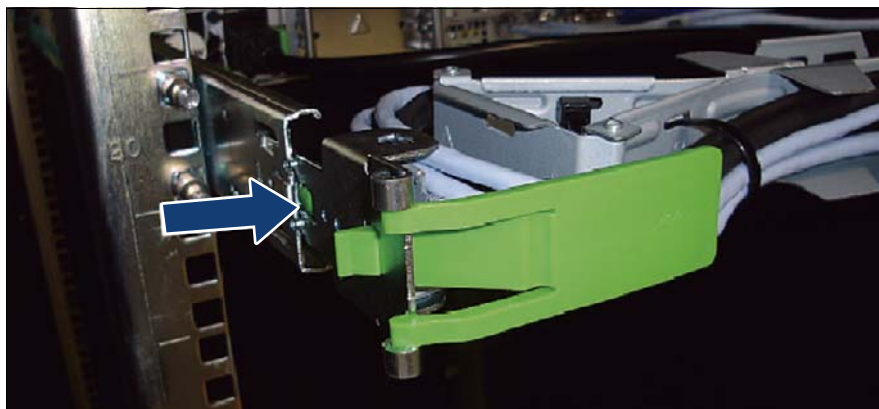

図 31: CMA ストップのロック解除
- ▶ ロックスプリングを内側に押して、CMA ストッパのロックを解除します（図 31 を参照）。